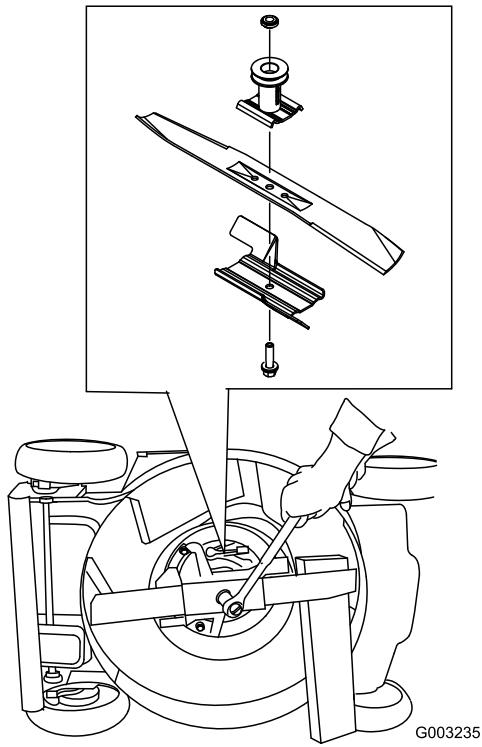

Figura 36
3. Utilice un bloque de madera para inmovilizar la cuchilla (Figura 36).